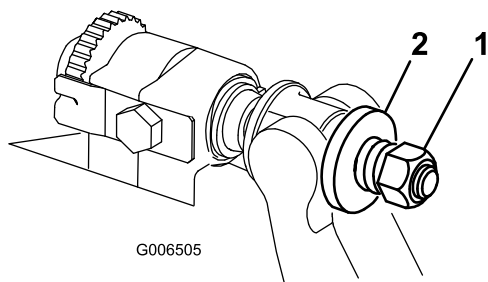

Figura 27
4. Apriete la tuerca de tensado del muelle hasta que el muelle esté comprimido del todo, luego aflójela 1/2 vuelta (Figura 27).